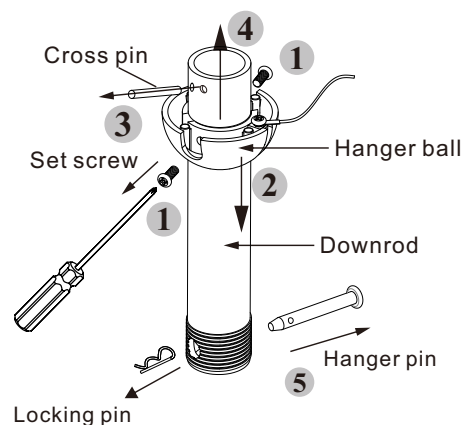

Figure 11
b. Retirer la goupille de suspension et la goupille de verrouillage de la tige de montage, puis desserrer les vis de fixation du raccord (voir fig. 11).